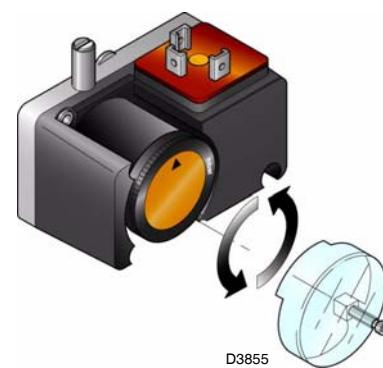

图 34
- 如果存在燃气泄露，根据随附的说明书调节燃气泄露检测装置（PVP 组件）（第 36 页图 34）的压力开关。
如果存在燃气泄露，根据随附的组件说明书调节燃气泄露检测装置（PVP 组件）（图 34）的压力开关。